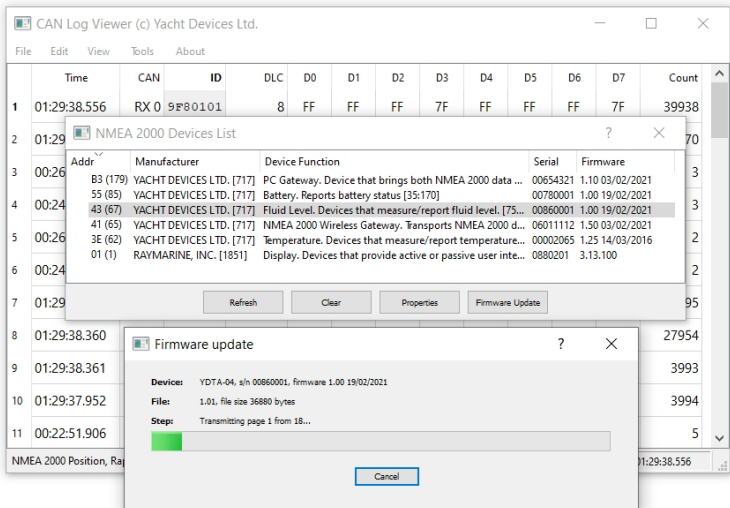

Рисунок 7. Обновление прошивки с помощью CAN Log Viewer
2. Нажмите кнопку «Обновить» (см. рис. 7 на следующей странице) в открывшемся окне и дождитесь, пока устройство появится в списке.